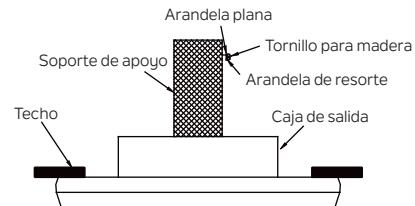

Figura 13
**Paso 1.** Inserte un tornillo para madera y arandelas en el costado de la abrazadera que sostiene la caja de salida. Deje 3 mm (1/8") de espacio entre el soporte de apoyo y la arandela. (Figura 13)